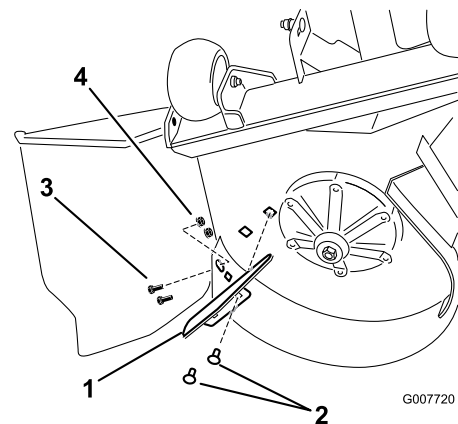

Bild 23
5. Das Mulchablenkblech finden Sie in den lose mitgelieferten Teilen. Montieren Sie das Auswurfablenkblech an der Unterseite des Mähwerks, siehe Bild 23.